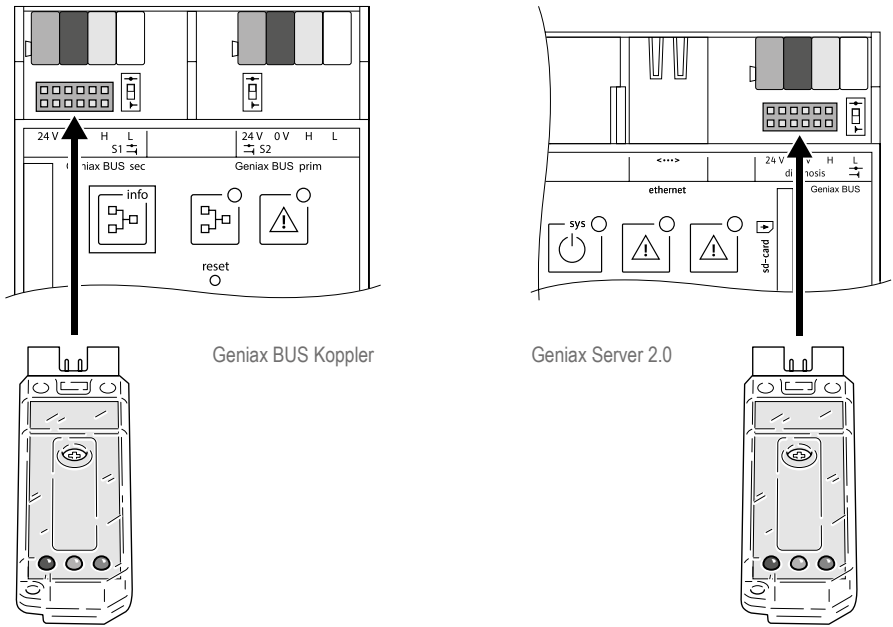

Fig. 3 GeniAx BUS Tester in Anschlussbuchse einstecken
- Geniax BUS Tester in die Anschlussbuchse des betreffenden Geniax BUS Koppler oder Geniax Server einstecken (Fig. 3). Der BUS Tester sucht nun selbstständig die im Segment vorhandenen Busteilnehmer. Während der Suche blinkt die blaue LED am BUS Tester.